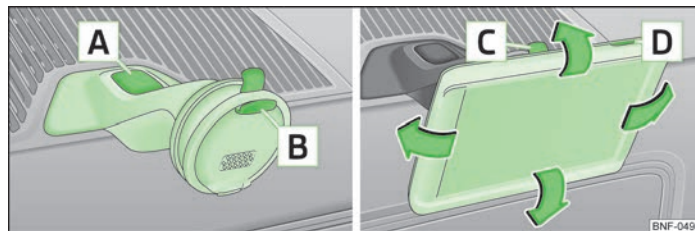

Bild 77 Fäste för multifunktionsenhet/multifunktionsenhet
- Sätt först in multifunktionsenheten i den övre fattningen **B** » bild 77 och tryck den mot undersidan av fästet tills det klickar i » **1**.
- Lutningen kan ställas in genom att röra multifunktionsenheten i pilens riktning » bild 77 till önskat läge » **1**.
- Tryck med andra handen på upplåsningsknappen **C** » bild 77 och lossa enheten.
- Tryck med andra handen på upplåsningsknappen **A** » bild 77.
- Koppla in multifunktionsenheten genom att trycka på knappen **D** » bild 77.